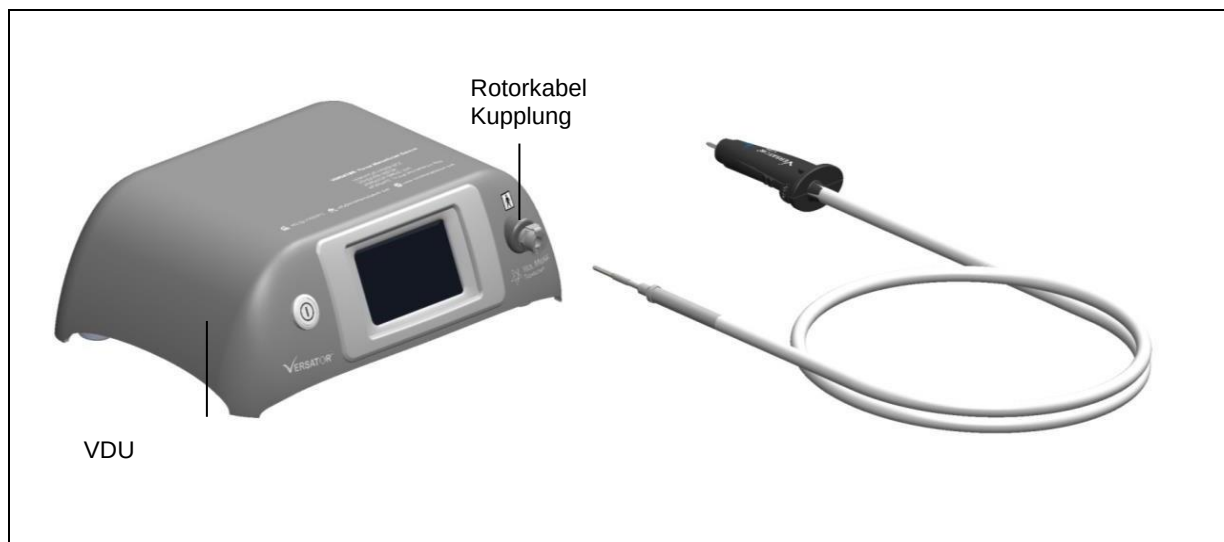

Abbildung 7: Anschließen des Rotorkabels an die VDU
- 6.2.3 Schließen Sie das VERSATOR® Rotorkabel-Steril an die VERSATOR® Antriebseinheit (VDU) an, wie in der Abbildung 7 gezeigt. Vergewissern Sie sich, dass ein vernehmbares Klicken zu hören ist, wenn das viereckige Ende vom VERSATOR® Rotorkabel-Steril in die CPC-Kupplung der VERSATOR® Antriebseinheit (VDU) eingeführt wird, wodurch eine ordnungsgemäße Verriegelung angezeigt wird.